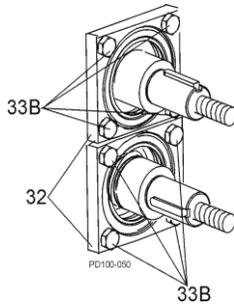

Figure 42 - Retrait des dispositifs de retenue du roulement
- Retirez les vis de retenue du roulement avant (figure 42, élément 33B) et retirez les dispositifs de retenue de roulement (élément 32). (Si un dispositif de retenue est coincé, laissez-le en place ; il sortira par pression lorsque l'arbre sera retiré).